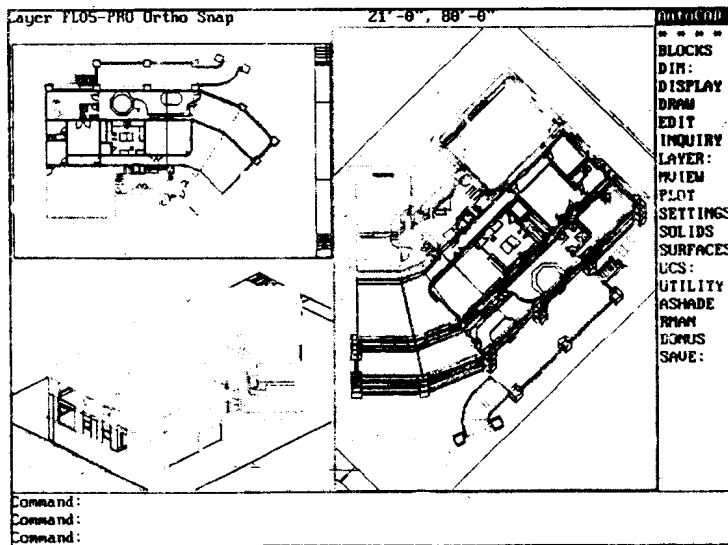

图 1.3 绘图文件=三维模型
- 计算机模型能作为二维工作绘图的基础。从三维模型的部分，推测出其顶端、前端及两侧的平面视图（如图 1.3）。若采用纸面空间视窗，便可迅速的从同样的几何图中制造出多重的视图。